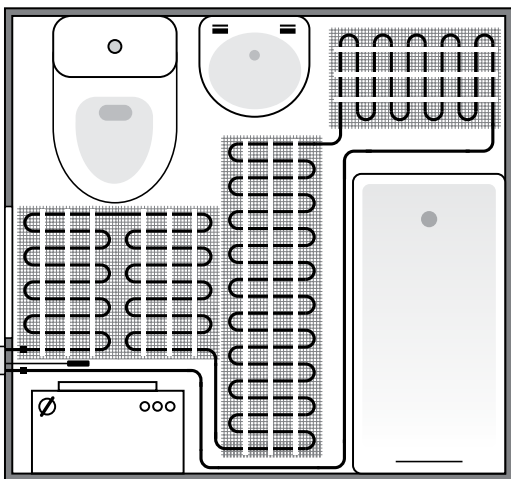

Рис. 2.
**ВНИМАНИЕ!** Не рекомендуется укладывать нагревательный мат на той части пола, которая будет занята стационарно установленной мебелью, сантехническим оборудованием и т. д. В этих частях помещения теплообмен между полом и воздухом имеет совершенно иной характер (значительно затруднён). Это может привести к повышению температуры нагревательного мата выше допустимой величины, что в худшем случае может повредить нагревательный мат. Также необходимо отступ от стен и перегородок (принимается равным порядка 15 см). Установку нагревательного мата начинают от стены, где будет расположен терморегулятор. Нагревательный мат укладывается клеевой основой стеклосетки вниз и нагревательным проводом вверх. В случае необходимости нагревательный мат можно укладывать нагревательным проводом вниз, а стеклосеткой вверх. Площадь нагревательного мата распределяется по поверхности пола помещения. Направление укладки мата меняется, при необходимости, путём разрезания сетки **НЕ ПОВРЕЖДАЯ ПРОВОД!** (рис. 2, 4, 5). Нагревательный мат крепится к полу с помощью клеящего пистолета, гвоздей, скоб и т.п. с равными интервалами (200... 250 мм), если будет заливаться самовыравнивающейся стяжкой, в противном случае нагревательный мат всплывет на поверхность заливочного материала. На рисунке 2 показан пример укладки нагревательного мата в ванной комнате.